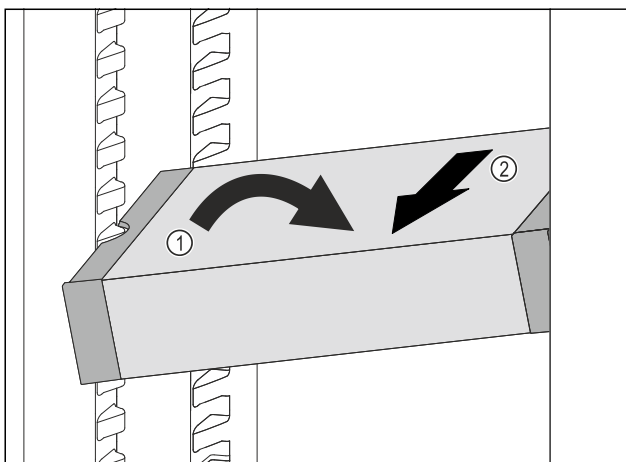

Fig. 85
- ▶ Predal VarioSafe postavite v hladilniku postrani. Fig. 85 (1)
- ▶ Predal VarioSafe izvlecite v smeri naprej. Fig. 85 (2)